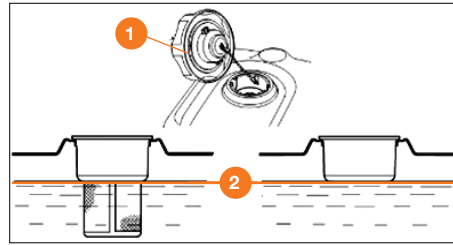

Рис. 19
- При низком уровне топлива долейте его до установленного уровня ②. После заправки топливного бака надёжно затяните пробку заправочной горловины ① (Рис. 19).